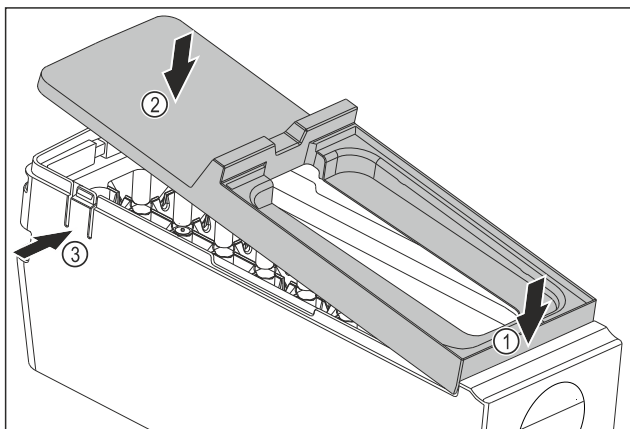

Fig. 108
- Szerelje fel az EasyTwist-Ice egység testének fedelét. Tegye fel előre a fedelet. Fig. 108 (1)
- Süllyessze le hátul a fedelet. Fig. 108 (2)
- A fedél hallhatóan bepattan mindkét fülbe Fig. 108 (3).